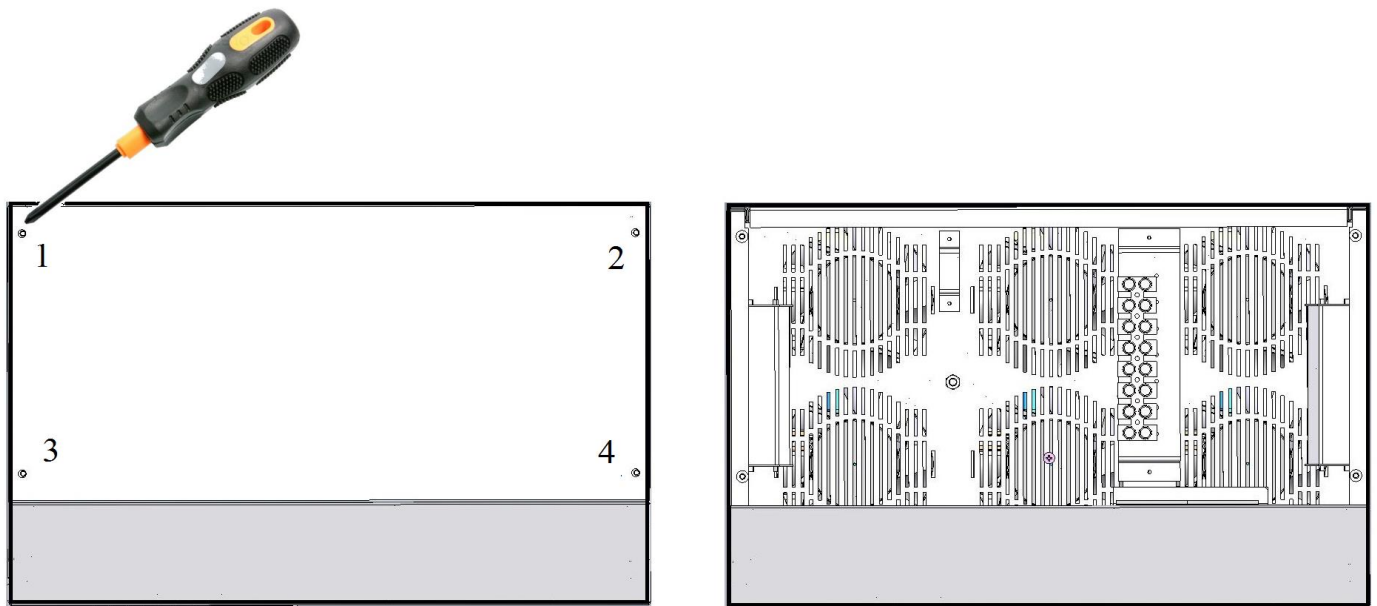

Рисунок 6. Схема снятия защитной крышки сверху корпуса стабилизатора
2. При помощи отвертки открутить 4 винта защитной крышки с верхней части стабилизатора для доступа к клеммной колодке (см. рисунок 6).